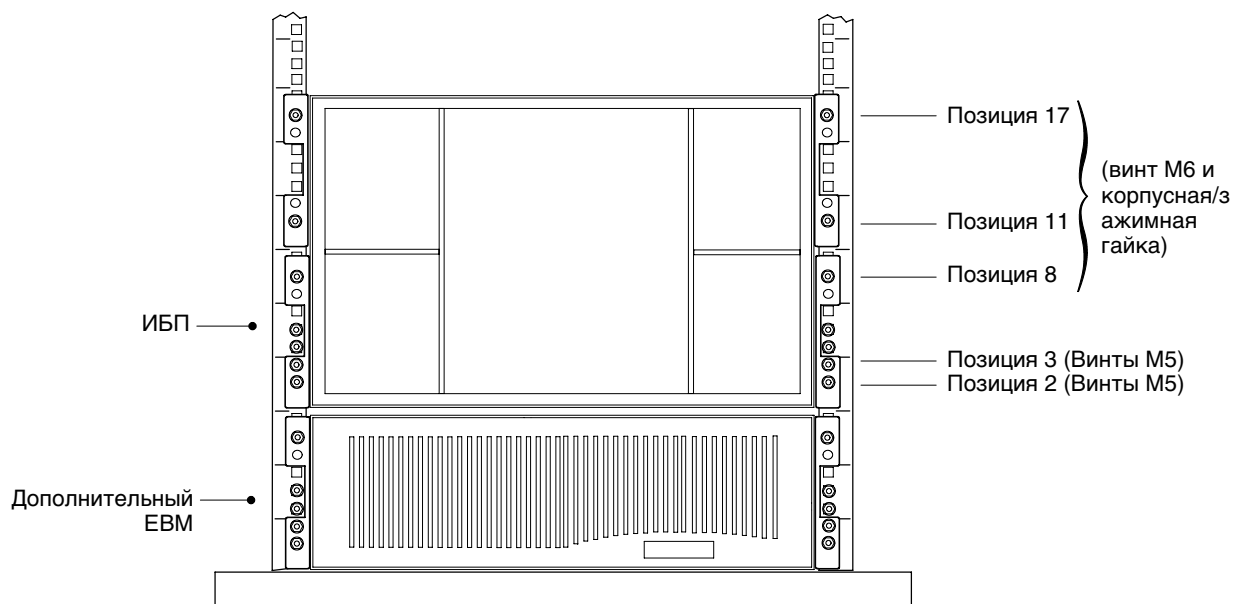

Рисунок 21. Крепление передней части ИБП
13. Установите шесть корпусных/зажимных гаек, как показано на рис. 21. Если отверстия в стойке квадратные, используйте шесть корпусных гаек. Если отверстия в стойке круглые, используйте шесть зажимных гаек.
15. Закрепите переднюю часть корпуса в стойке, как показано на рис. 21.